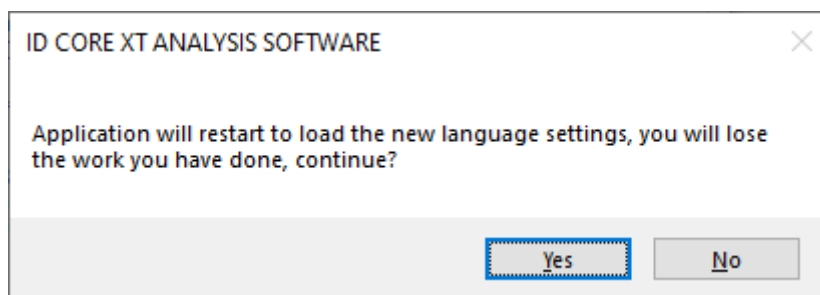

Figura 57. Mensaje de confirmación del cambio de idioma
2. **Botón Close (Cerrar):** si el idioma ha cambiado, se muestra un mensaje que pide confirmación del cambio antes de reiniciar la aplicación (Figura 57). Si el idioma no ha cambiado o no se acepta la confirmación, la ventana se cierra.